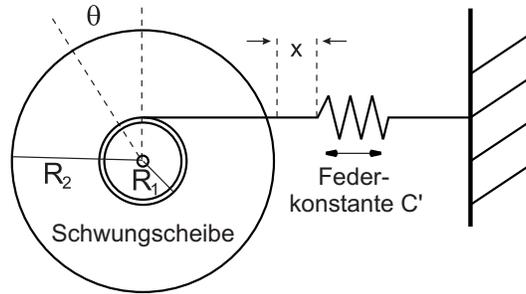

Abbildung 1.2: Vereinfachte Darstellung des Drehpendels.
Verwenden Sie für die Lösung der Aufgaben die vereinfachte Darstellung des Drehpendels in Abb. 1.2. *Hinweis: Rechnen Sie alle Winkel in Radian ($0..2\pi$)!*
- d) Geben Sie das gesamte Trägheitsmoment I der beiden Scheiben in Abb. 1.2 an.